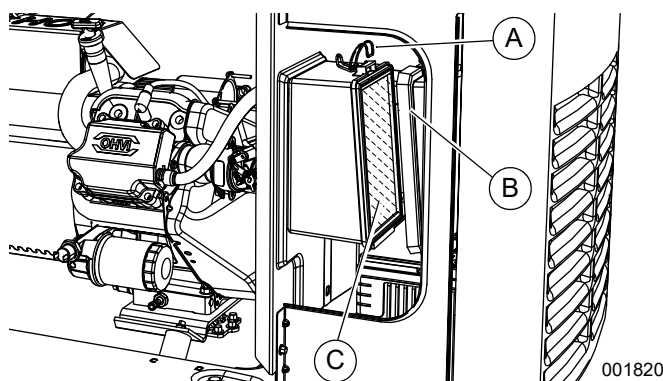
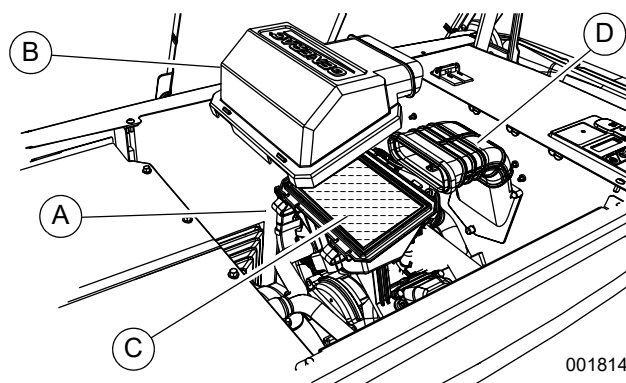

Figura 4-4. Manutenção do filtro de ar (10 kW)
Figura 4-5. Manutenção do filtro de ar (14 a 24 kW)
3. Consulte Figura 4-4 ou Figura 4-5. Remova os grampos da tampa (A) e a tampa do filtro de ar (B).